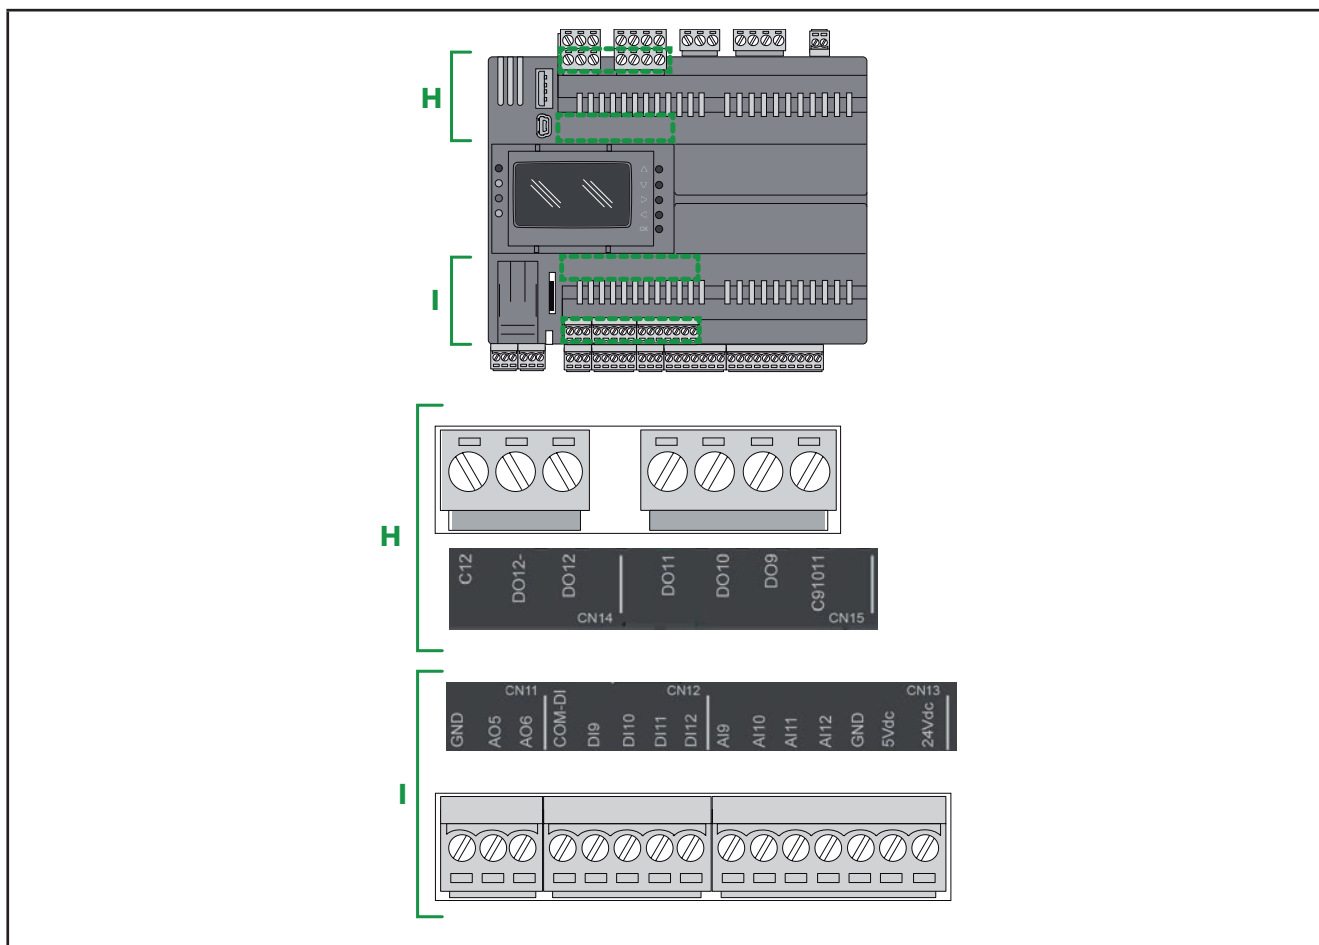

Fig. 23. Conectores de la Tarjeta superior EWCM 9000 PRO (HF)
Las etiquetas de I/O y puertos están marcadas en la cubierta del **EWCM 9000 PRO (HF)** (ver **Fig. 22 en la pág. 39** y **Fig. 23 en la pág. 40**).